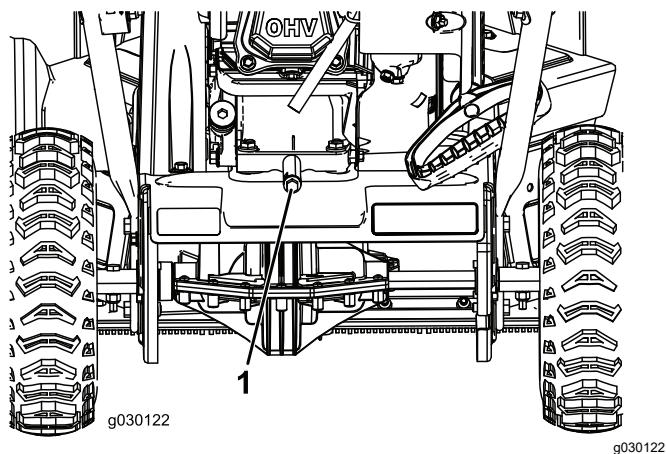

Figure 21
2. Placez un bac de vidange sous le bouchon de vidange et retirez le bouchon ; basculez la machine en arrière et vidangez l'huile usagée dans le bac de vidange (Figure 21).